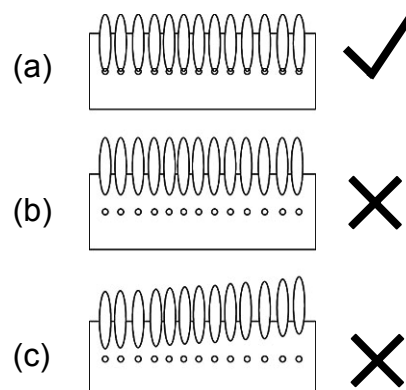

Fig. 52 La seule flamme acceptable est la flamme (a)
4. En enfilant un gant de protection, réglez l'obturateur d'air jusqu'à ce que la flamme devienne surtout bleue. (Observez la flamme par le trou et les fentes des côtés du boîtier du brûleur.) La figure 52 (a) illustre la flamme acceptable.